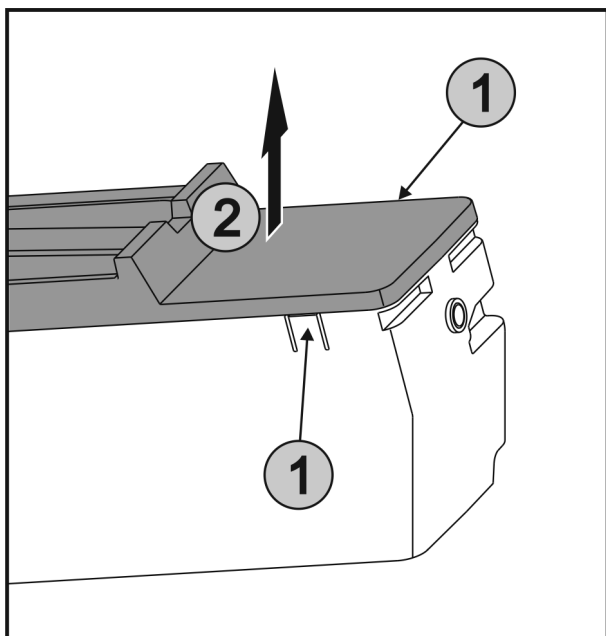

Fig. 43
- Appuyer simultanément sur les languettes Fig. 43 (1) des deux côtés de l'EasyTwist-Ice et retirer le couvercle Fig. 43 (2) vers le haut.